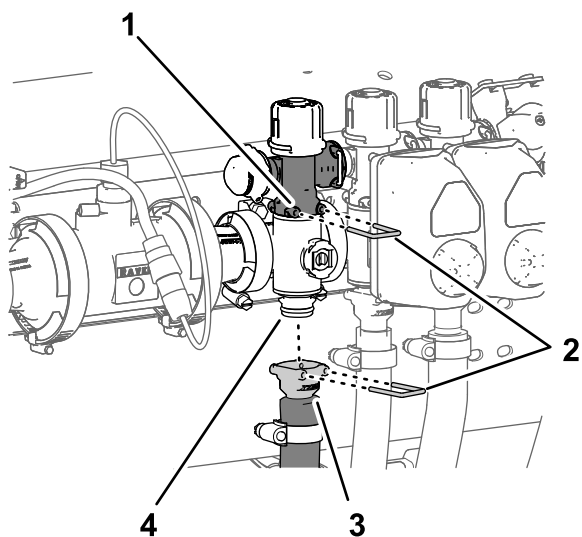

Рисунок 125
1. Снимите штифт быстроразъемного соединения, который крепит быстроразъемный соединитель перепускного клапана секции к коллекторному клапану секции (Рисунок 125).
коллекторном клапане секции (Рисунок 125).